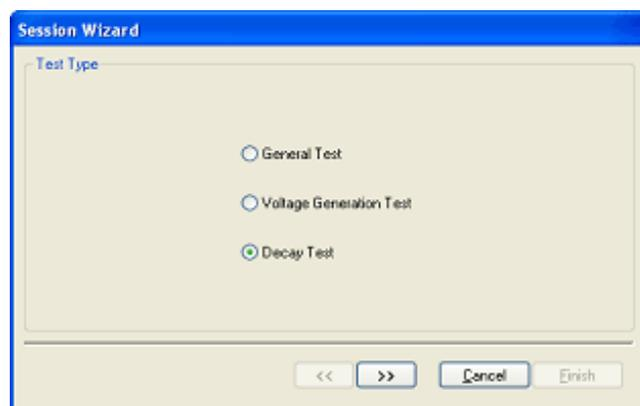

図 38: 最初のセッションウィザードから **Decay Test** を選択します。
**Decay Test** ボタンを選択しセッションウィザードを開いてください。(図38)